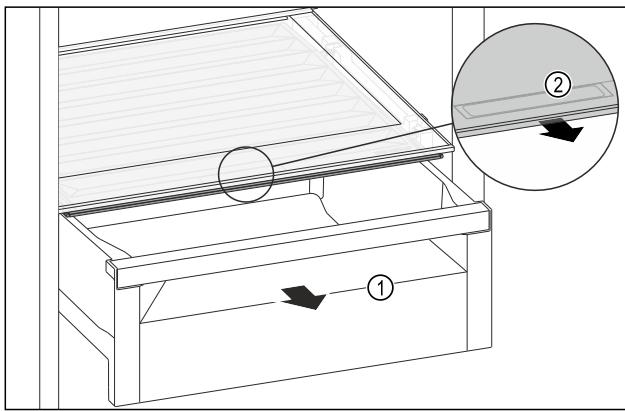

Fig. 106
- Schubfach Fig. 106 (1) herausziehen.
- Griffmulde Fig. 106 (2) am Fachdeckel anfassen und Fachdeckel gleichzeitig nach vorne ziehen.